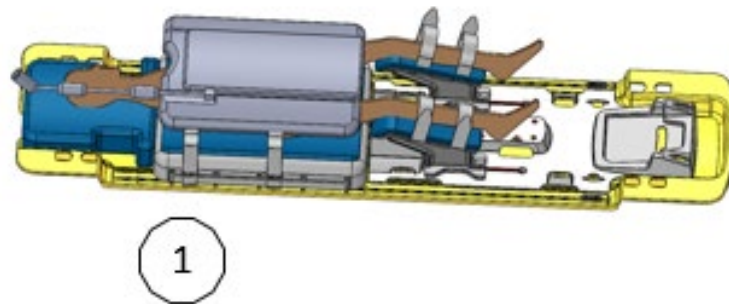

Figure 34 : Positionnement de la bobine d'imagerie antérieure
2. Placer la bobine d'imagerie antérieure au-dessus du bassin du patient. La bobine doit couvrir la prostate, sans entraver le déplacement du système de positionnement (Figure 34).